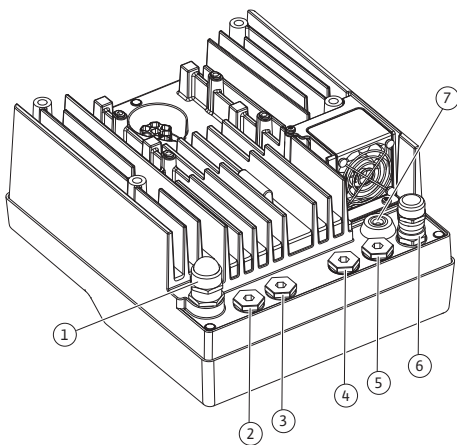

Fig. 19: Kabelforskrninger/kabelgennemføringer
4. Træk tilslutningskablet gennem kabelforskrning M25 (Fig. 19, pos. 1). Spænd kabelforskrningen med de foreskrevne drejningsmomenter.